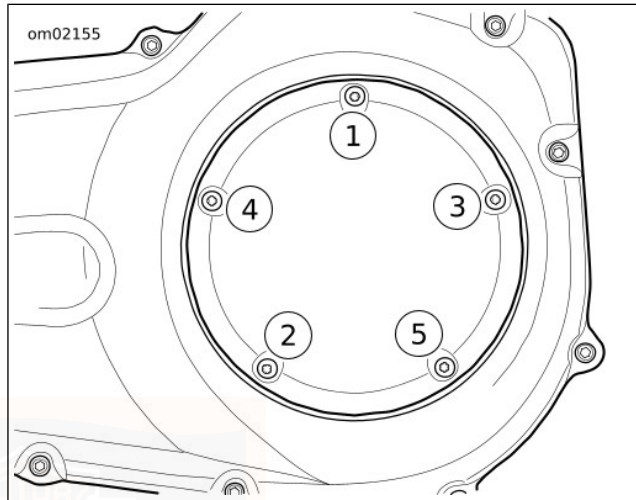

Figure 58. Séquence de serrage de couvercle d'embrayage
- c. Fixer le couvercle d'inspection de l'embrayage (2) à l'aide de vis et de rondelles captives (3).
- d. Voir Figure 58. Serrer dans l'ordre indiqué à un couple de 9,5–12,2 N·m (84–108 **in-lbs**).